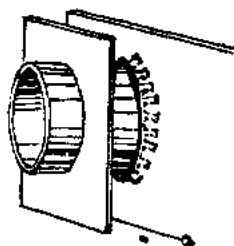

图 3
4. 再把这剪开的地方沿圆洞的边粘牢, 为了牢固和整齐, 再可剪一张 55×55 [毫米]² 方纸, 并在其正中开一个直径为 30 毫米的圆洞, 套在铅画纸筒上和木块粘牢(图 3)。